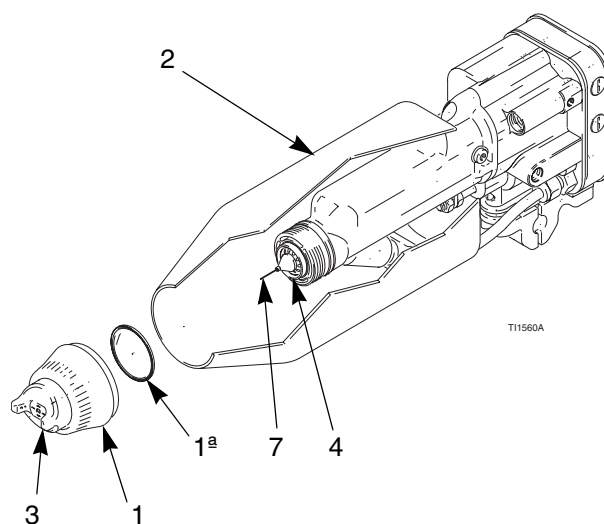

Fig. 13. Limpieza del cabezal de aire y de la boquilla de fluido
2. Extraiga el conjunto del cabezal de aire (1, 3) y la carcasa (2). Vea Fig. 13.
3. Limpie la boquilla de fluido (4), la carcasa (2), y la superficie exterior de la pistola con un trapo humedecido en disolvente. Evite que entre disolvente en los pasajes de aire. Siempre que sea posible, apunte la pistola hacia abajo cuando la limpie.
4. Si parece que hay pintura dentro de los pasajes de aire de la boquilla del fluido (4), desmonte la pistola de la línea y repárela.
5. Limpie el cabezal de aire (3) con el cepillo de cerda suave y disolvente o sumérjalo en un disolvente adecuado y limpiarlo.